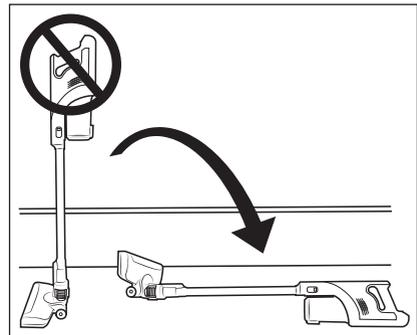

Abb. 9
- ▶ Versuchen Sie nicht den Staubsauger aufrecht hinzustellen, wenn Sie ihn zwischenzeitlich abstellen oder aus der Hand legen wollen. Setzen Sie den Staubsauger dafür in die Wandhalterung **18** oder legen Sie ihn auf den Boden (siehe Abb. 9 und 10). Der Staubsauger kann ansonsten aufgrund seines hohen Schwerpunkts umkippen und beschädigt werden und unter Umständen beim Umkippen weitere Gegenstände beschädigen.